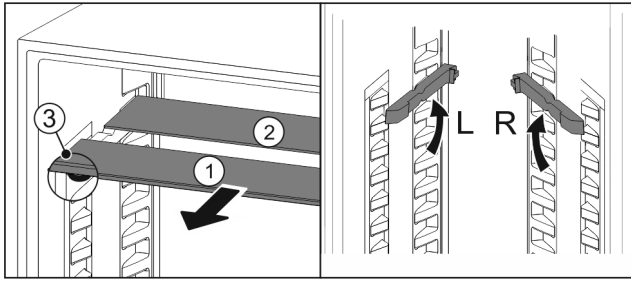

Fig. 88
- Glasplatten einzeln nach vorne herausziehen Fig. 88 (1).
- Glasplatte Fig. 88 (1) mit Zierleiste liegt vorne.
- Stopps Fig. 88 (3) zeigen nach unten.